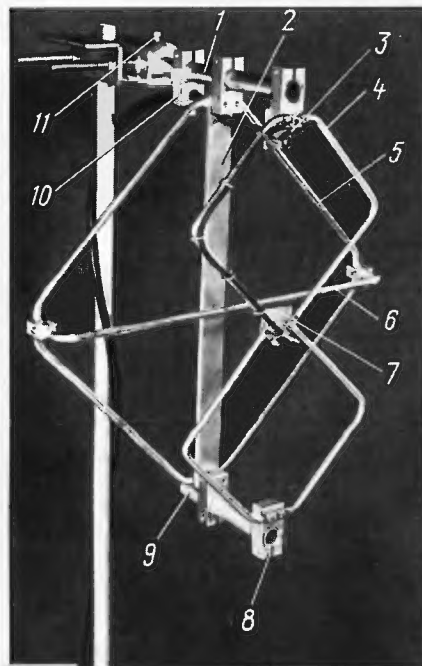
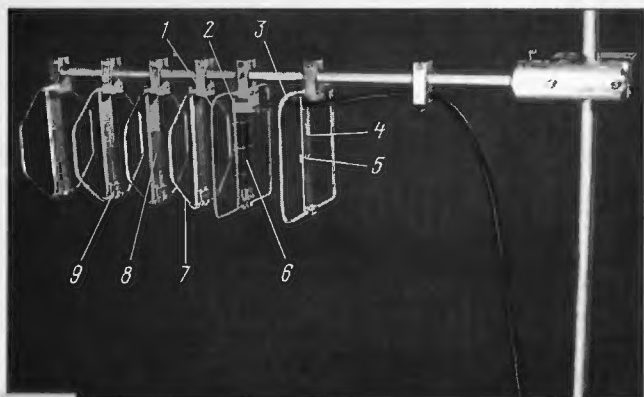

Рис. 2
Рис. 4
На рис. 2 показана двойная зигзагообразная антенна (ДЗА) ДМВ. Ее силовыми элементами служат верхняя 1 и нижняя 9 траверсы из трубы и перемычка 2 из полосы толщиной 6 мм. Перемычка распо-
ем элементов конструктивного базиса, на примере приемных телевизионных устройств. На рис. 2 показана двойная зигзагообразная антенна (ДЗА) ДМВ. Ее силовыми элементами служат верхняя 1 и нижняя 9 траверсы из трубы и перемычка 2 из полосы толщиной 6 мм. Перемычка распо-
Многоэлементная рамочная антенна (МРА) для ДМВ показана на рис. 4. В каждом из петлевых вибраторов МРА имеется элемент жесткости из прорезанной с одной стороны полосы, расположенный по линии нулевых потенциалов и выполняющий еще одну функцию. В активном вибраторе 1 он (2) служит четвертьволновой линией диапазонного симметрирующего трансформатора (ДСТ) [4]. В ре-
Сборка каждой из описанных антенн многовариантна. Так, например, в рефлекторе ДЗА (рис. 2) применен шунтированный петлевой вибратор, хотя возможно как удаление рефлектора, так и использование его плоской конструкции с линейными горизонтальными вибраторами из прутка или полосы.
Другой пример, относящийся к той же ДЗА. Вертикальная перемычка 2 на рис. 2, служащая частью силового “скелета” конструкции, изготовлена из полосы толщиной 6 мм. Если ее изготовить из материала толщиной 2 мм, то жесткость можно повысить, а массу снизить по сравнению с первоначальным вариантом, применив две одинаковые перемычки. Одну из них устанавливают, как и перемычку 2, а вторую крепят к противоположным плоскостям колодок параллельно первой перемычке. При этом образуется объемный элемент жесткости взамен плоского.
Установка на вибраторах МРА (рис. 4) шунтов, аналогичных шунту 6 в рефлекторе ДЗА (рис. 2), расширяет рабочий диапазон МРА в сторону низких частот, а уменьшение периметра петлевых вибраторов за счет изменения формы при неизменных координатах крепежных отверстий сдвигает рабочий диапазон в область высоких частот.